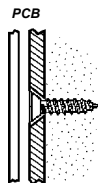

Figure 1: Position de la vis de montage
- Montez le couvercle arrière de l'émetteur sur le mur en utilisant deux vis. Employez ISO 7050 (ST3.5 x 22) ou noyex de façon similaire la vis afin que la tête de la vis ne touche pas le PCB – voir Figure 1.